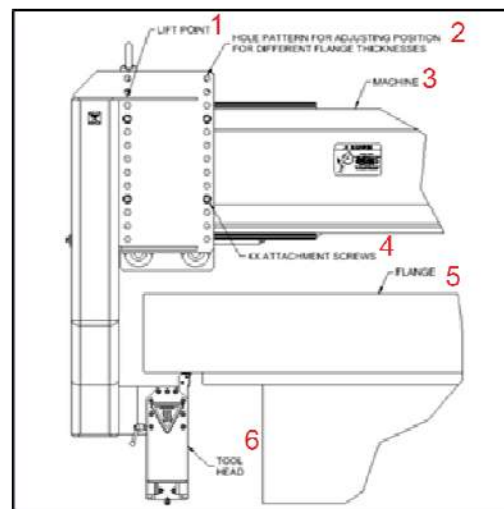

Рис. 22. Насадка для обратной подрезки торца на фланце
3. Установите токарный рычаг с учетом диаметра фланца заготовки (см. Рис. 22).